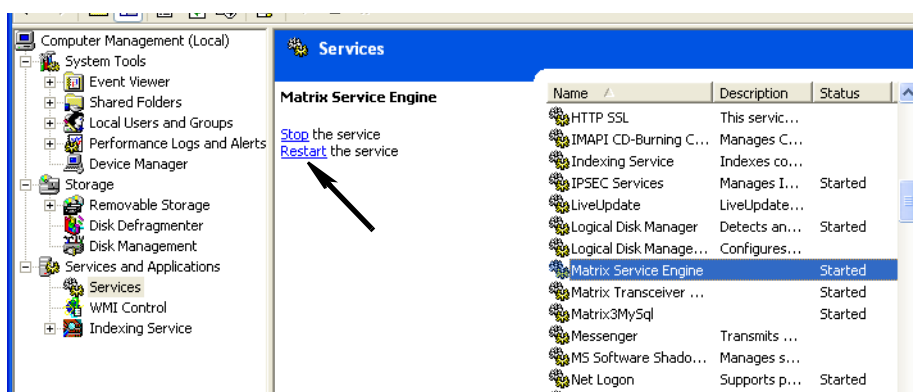

FIG. 62
- k. Cliquez sur le lien "Restart the service" (Redémarrer le service) (FIG. 62).